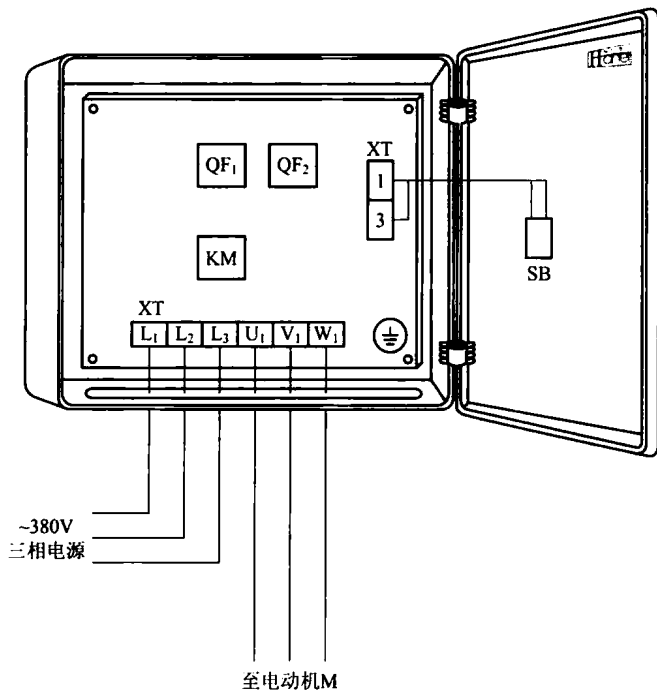

图 1.4 单向点动控制电路元器件安装排列图及端子图
4. 元器件安装排列图及端子图(图 1.4)
从图 1.4 可以看出,断路器 QF_1 、 QF_2 及交流接触器 KM 安装在配电箱内底板上;按钮开关 SB 安装在配电箱门面板上。